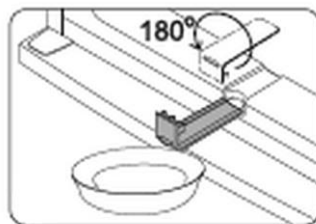

Abb. 7
1. Ziehen Sie die Tauwasserauffangrinne heraus, wenden Sie sie um 180° und hängen sie wieder ein (Abb. 7).